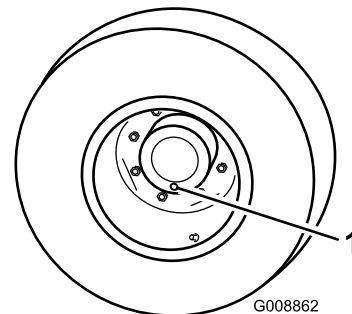

Figure 90
1. Placez la machine sur une surface plane et horizontale et tournez une roue de sorte que l'un des bouchons de contrôle se trouve à la position la plus basse (6 heures) (Figure 90).